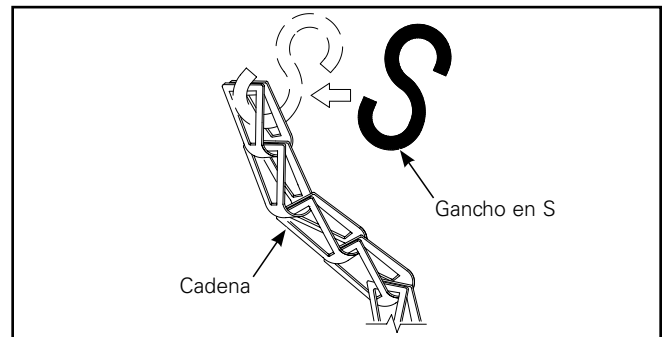

Figura 4.
3. Inserte el gancho en S a través del orificio central del último eslabón de la cadena y luego ciérrelo con unas pinzas. (Figura 4.)